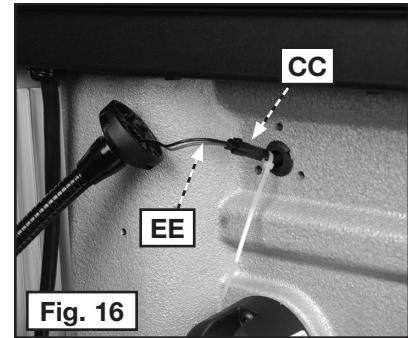

Fig. 16
2. Conecte los dos hilos — (CC) desde el cabezal y (EE) desde la luz de trabajo LED — como aparece en Fig. 16.